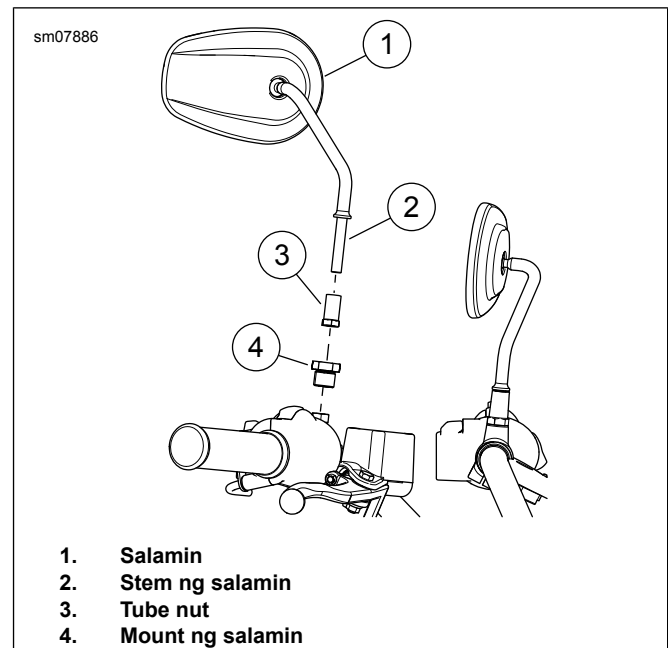

Figure 2. Salamin
- Figure 2 Tanggalin ang salamin.
- Alisin ang salamin (1).
- Alisin ang tube nut (3).
- Alisin ang mount ng salamin (4).
- Figure 2 Ikabit ang salamin.
- Ikabit ang mount ng salamin (4). Higpitan.